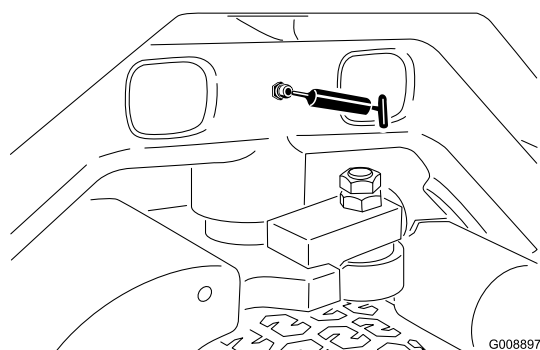

Figura 31
- Articulação da direcção (Figura 31)